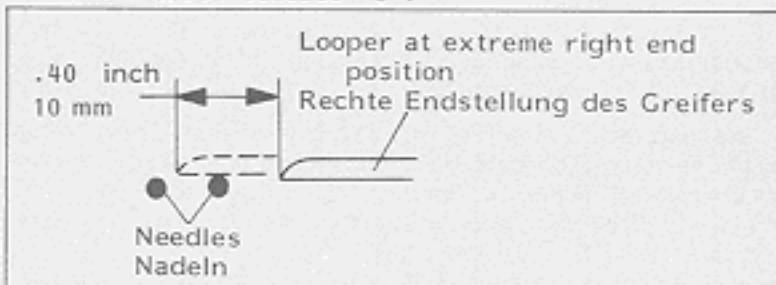

Fig.67A
- Rotate the pulley clockwise until the looper has moved 10 mm (.400 in.) from right to left (see Fig. 67A).
- Drehen Sie das Handrad im Uhrzeigersinn bis sich der Greifer von rechts nach links 10 mm bewegt hat (siehe Fig. 67A).